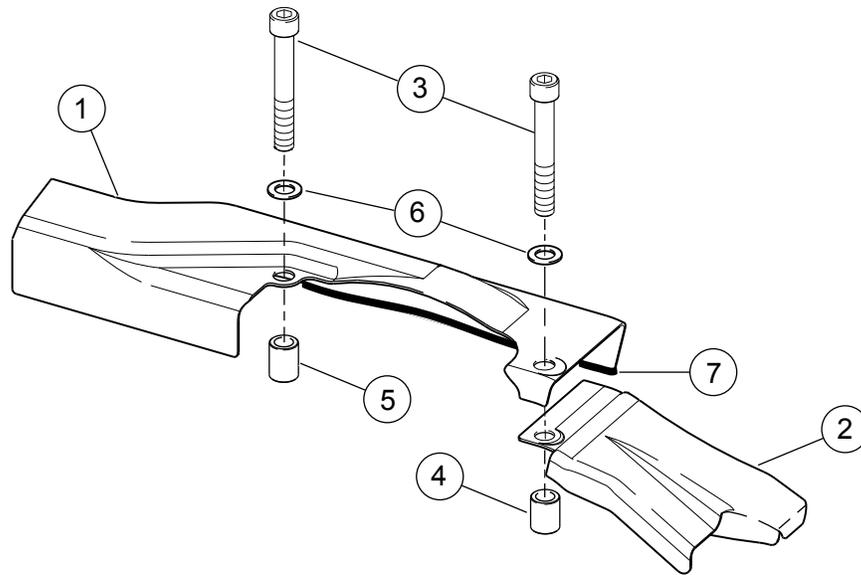

Figure 3. Pièces détachées : kit de couvercle de tuyau de reniflard
Voir la Figure 3 et le Tableau 1.
1. Voir la Figure 3 et la Figure 1. Aligner le profilé en U en caoutchouc (7) le long du bas de la pièce avant (longue) de couvercle (1) comme indiqué (une petite partie couvrira la pièce courte, après installation). Il peut être nécessaire de couper quelque peu la longueur excessive du profilé en U après son installation.
3. Le couvercle arrière (court) (2) est installé en premier. Placer l'entretoise courte (4) sur le trou à l'emplacement 1. Placer le couvercle arrière (2) sur l'entretoise en alignant le trou du couvercle avec le trou de l'entretoise comme indiqué à la Figure 3.
4. Placer l'entretoise longue (5) sur le trou à l'emplacement 2. Placer le couvercle avant (1) au-dessus de l'entretoise (5) de sorte que le trou du couvercle soit aligné sur l'entretoise. Le trou arrière du couvercle avant (long) se place au-dessus du couvercle arrière (court) comme indiqué.
5. Installer les vis (3) et rondelles (6) du kit dans les entretoises et les couvercles. Serrer à un couple de 9,5–12 N·m (7–9 ft-lbs). Une fois que le kit est installé, s'assurer que le profilé en U est bien ajusté contre le couvercle d'interface de moteur, sinon le profilé en U pourrait tomber. Il peut être nécessaire de soulever ou d'abaisser légèrement le couvercle d'interface pour obtenir un bon ajustement.